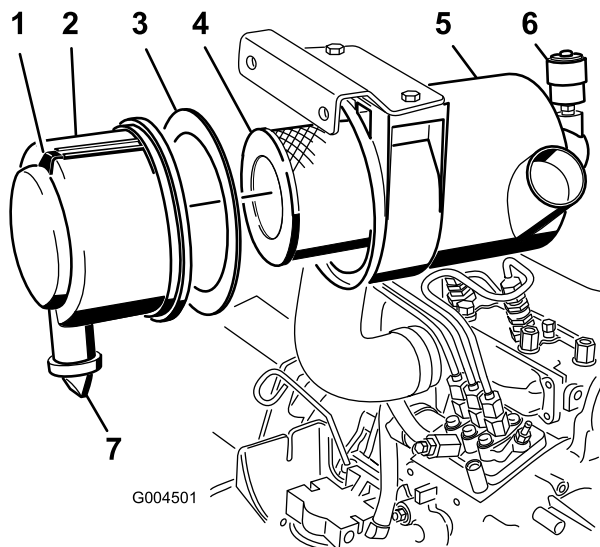

Figura 42
- Efectue a manutenção do filtro de ar quando o indicador do filtro de ar (Figura 42) ficar vermelho ou a cada 400 horas (com maior frequência em condições de trabalho muito sujas ou poeirentas). Não efectue a manutenção do filtro de ar com demasiada frequência.
1. Puxe o trinco para fora e rode a cobertura do filtro de ar no sentido contrário ao dos ponteiros do relógio (Figura 42).
2. Retire a cobertura do corpo do filtro de ar (Figura 42).
4. Retire e substitua o filtro primário (Figura 42).
6. Certifique-se de que a junta de espuma está no lugar na tampa e de que não está rasgada nem danificada (Figura 42). Se estiver danificada, substitua-a.
- A. Limpe a válvula de saída de borracha da tampa (Figura 42).
10. Reinicie o indicador (Figura 42), se este estiver vermelho.